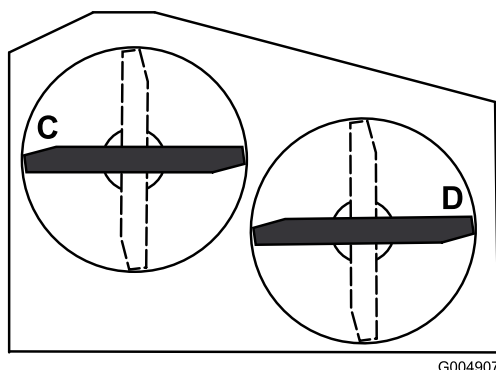

Figura 61
2. Disponete le lame in posizione laterale rispetto alla macchina. Misurate ai punti C e D da una superficie piana fino al tagliente della punta della lama (Figura 61).